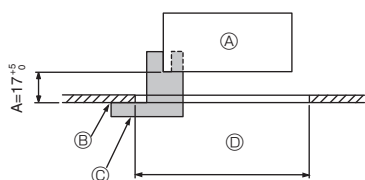
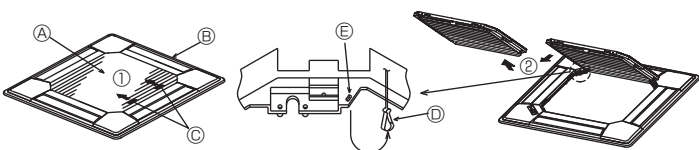
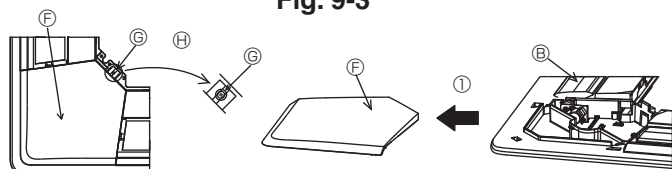

Fig. 9-2
Fig. 9-3
Fig. 9-4
①	Dimensões da grelha	1	950 × 950 (mm)
②	Parafuso com anilha fixa	4	M5 × 0,8 × 25
③	Manómetro	1	(Dividido em quatro partes)
④	Fecho	3
⑤	Parafuso	4	4 × 8
⑥	Parafuso	1	4 × 12
⑦	Controlo remoto sem fio	1	para PLP-6BALM, PLP-6BALME
⑧	Controlo remoto com fio	1	para PLP-6BAMD, PLP-6BAMDE
⑨	Painel de canto i-see sensor	1	para PLP-6BAE, PLP-6BAMDE, PLP-6BALME
9.2. Preparar a fixação da grelha (Fig. 9-2)
- Utilizando o manómetro ③ fornecido com este kit, ajuste e verifique a posição da unidade em relação ao tecto. Se a unidade não estiver adequadamente posicionada em relação ao tecto, poderá permitir a existência de fugas de ar ou provocar a acumulação de condensação.
- Certifique-se de que o passo ④ é realizado com 17-22 mm. Se não aderir a esta amplitude de valores poderão ocorrer danos.
- ④ Unidade principal
- ⑤ Tecto
- ⑥ Manómetro ③ (inserido na unidade)
- ⑦ Dimensões da abertura do tecto
9.2.1. Remoção da grelha de admissão (Fig. 9-3)
- Deslize as alavancas na direcção indicada pela seta ① para abrir a grelha de admissão.
- Com a grelha de admissão na posição "aberta", retire a dobradiça da grelha de admissão da grelha tal como indicado pela seta ②.
9.2.2. Remoção do painel de canto (Fig. 9-4)
- Retire o parafuso do canto do painel de canto. Deslize o painel de canto tal como indicado pela seta ① para remover este painel.
[Fig.9-3] [Fig.9-4]